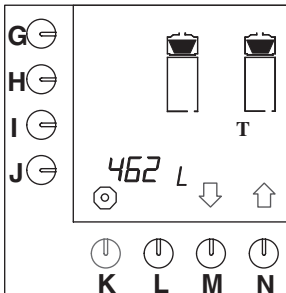

Abb. 38 Gesamtzählwerk für das
- Drücken Sie auf die Wahl taste (N.) \uparrow , bis Abb.38 im Display erscheint.